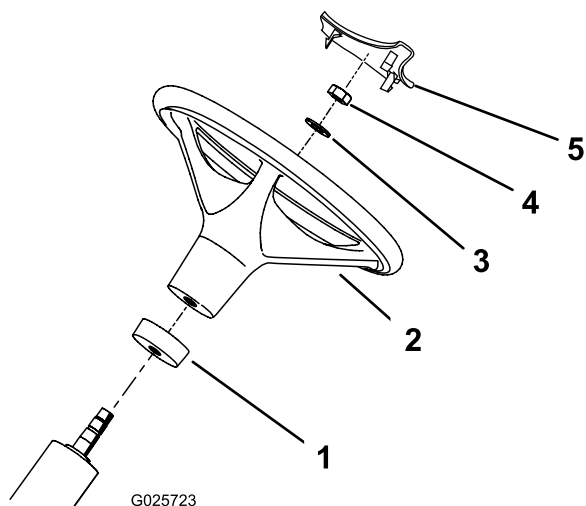

図 2
2. ウレタン・カラーを、径の小さい方からステアリング・シャフトにはめ込む (図 2)。
3. ハンドルをステアリング シャフトにはめ込む (図 2)。
4. ハンドルをステアリング・シャフトにはめ込み、ワッシャとロックナットで固定する (図 2)。ロックナットを20-26 ft-lbs (27-35 Nm= 2.8~3.6 kg.m) にトルク締めする。
5. ステアリングホイール (ハンドル) にカバーを取り付ける (図 2)。